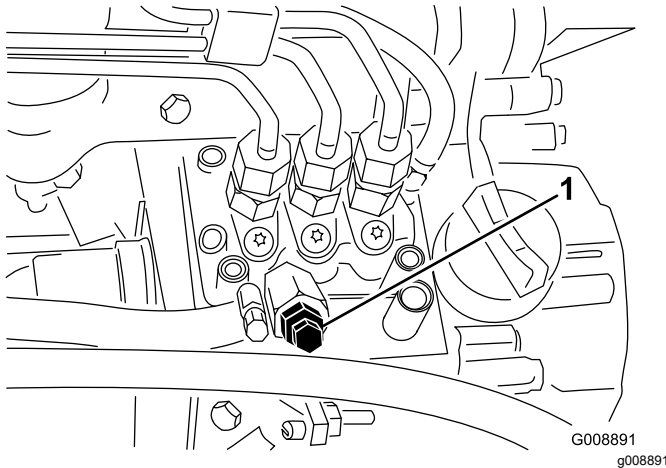

Bild 37
4. Öffnen Sie die Entlüftungsschraube an der Kraftstoffeinspritzpumpe (Bild 37).